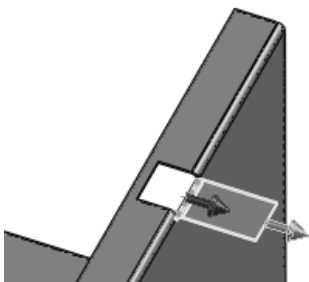
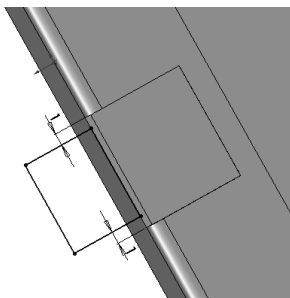
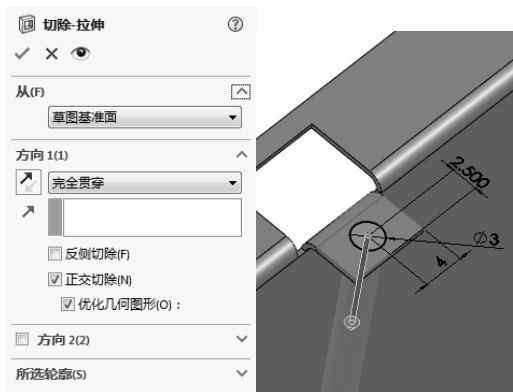

图 10-160 拾取边线
图 10-161 编辑法兰轮廓
图 10-162 生成边线法兰上的孔
② 单击鼠标拾取图 10-160 所示的边线, 然后, 单击属性管理器中的“编辑法兰轮廓”按钮, 进入编辑法兰轮廓状态。通过标注智能尺寸, 编辑法兰轮廓, 如图 10-161 所示。最后单击“完成”按钮, 结束对法兰轮廓的编辑。
11) 生成边线法兰上的孔。在图 10-161 所示的边线法兰面上绘制一个直径为 3 的圆, 进行拉伸切除操作, 生成一个通孔, 如图 10-162 所示。单击 (确定) 按钮。